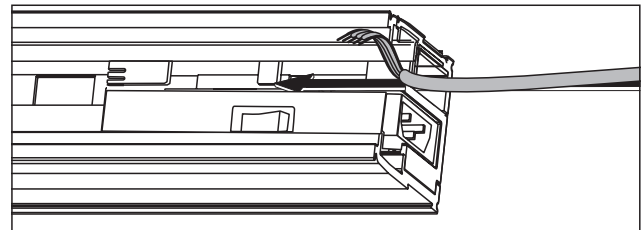
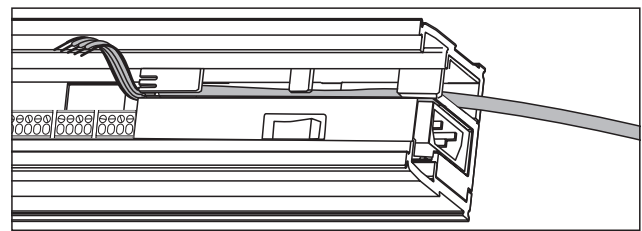

Abb. 52 Die Zuleitungen im Kabelkanal verlegen
Abb. 54 Die Zuleitungen im Kabelkanal verlegen
3. Die Zuleitungen im Kabelkanal verlegen (Siehe Abb. 52 bis Abb. 54).